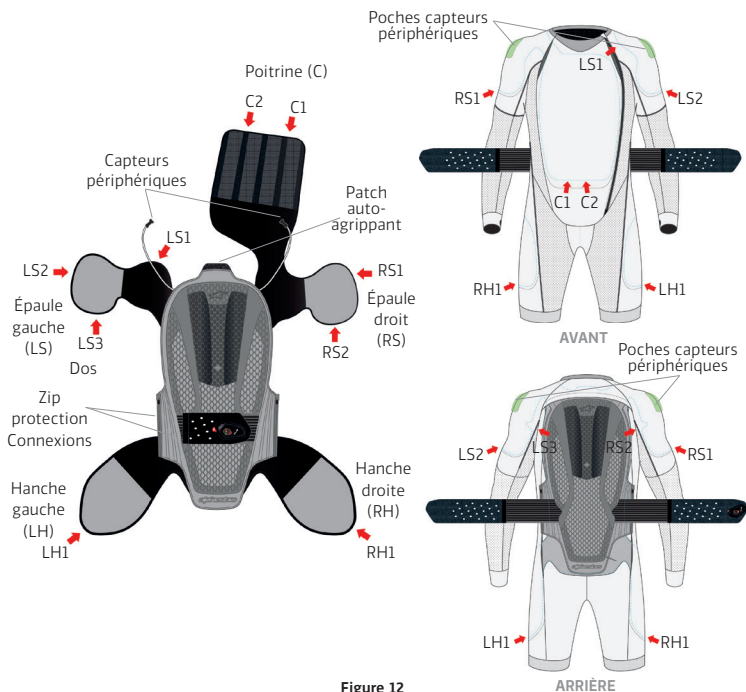
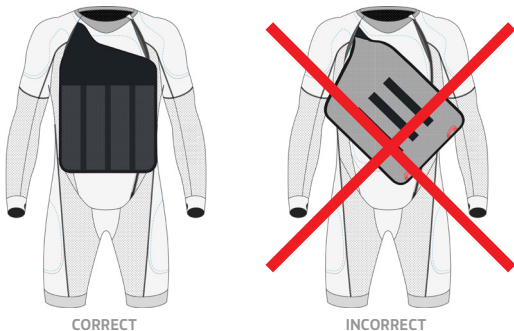

Figure 12
Figure 13
La couche de base (1) peut être lavée conformément aux instructions indiquées sur l'étiquette d'entretien. Avant le lavage, retirez le protecteur dorsal (7) et l'airbag (5) de la couche de base (1), dézippez les connexions zippées du protecteur dorsal (8) et détachez les patchs auto-agrippants sur le cou. Enlever les capteurs périphériques (11) placés à l'arrière des épaules en ouvrant la poche autoagrippante et en retirant le composant de son siège. Avant de retirer l'airbag (5) des poches de la couche de base (1), détacher les clips à l'intérieur de chaque poche comme détaillé dans la figure 12.
Après avoir nettoyé la couche de base (1), procédez au remontage correct de l'airbag (5) sur la couche de base (1) en suivant les instructions ci-dessous et la figure 12 :
1. Fixez le patch auto-agrippant présent à la partie supérieure de l'airbag (5) avec le patch correspondant présent sur la couche de base (1)
2. Fermez les deux connexions zippées du protecteur dorsal (8)
3. Repositionnez les capteurs périphériques (11) à l'arrière des épaules. Pour ce faire, accédez à la poche du capteur par l'ouverture appropriée, ouvrez la poche autoagrippante, placez le capteur dans son siège et fermez la poche autoagrippante de sorte que le capteur soit fixé. Remarque : la direction dans laquelle le capteur est positionné au niveau de son siège n'est pas importante, mais il est essentiel que les capteurs sortant du côté droit et du côté gauche du protecteur dorsal (7) soient placés, respectivement, sur l'épaule droite et l'épaule gauche, et non l'inverse.
4. Insérez chaque zone de protection de l'airbag (5) à l'intérieur de la poche correspondante en prenant soin de positionner correctement l'airbag (5) (en évitant les torsions ou les plis) et d'ancrer l'airbag (5) à l'aide de tous les clips disponibles sur la couche de base (1). Il y a 9 clips au total et ils sont divisés comme suit : 3 clips sur la zone de l'épaule gauche (LS), 2 clips sur la zone de l'épaule droite (RS), 2 clips pour la zone de la poitrine (C), 1 clip pour la zone de la hanche gauche (LH) et 1 clip pour la zone de la hanche droite (RH).
IMPORTANT! Une attention particulière doit être portée lors de l'insertion de la zone de l'Airbag (5) qui protège la zone de la poitrine pour éviter de tordre la zone plus étroite passant sur l'épaule droite. L'obstruction du canal pourrait compromettre le bon gonflage et donc la protection de l'Airbag (5) dans la région de la poitrine (voir figure 13).